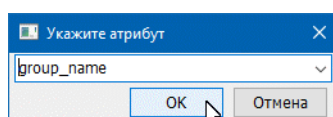

Рис. 10.68. Выбор атрибута для строки в области данных
- в появившемся окне **Укажите атрибут** (Рис. 10.68) выбрать из выпадающего списка атрибут и нажать кнопку **OK**.